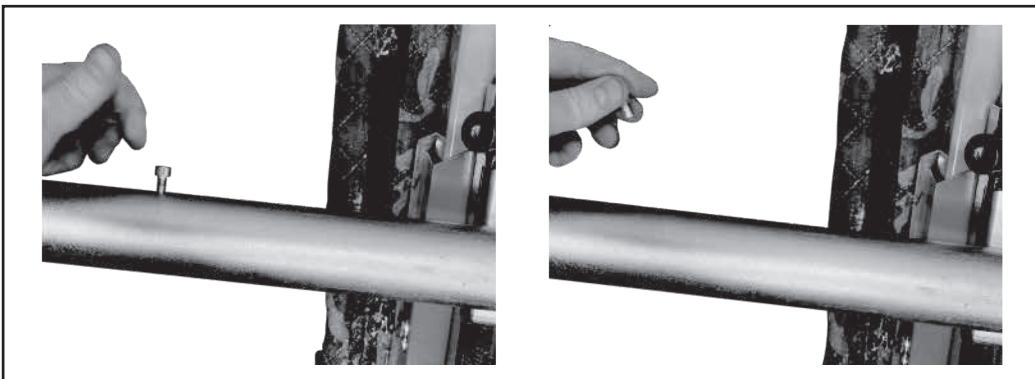

Fig. 29
Étape 15 : Retirer la vis de butée de support de tube rond. Retirez la vis-de butée du haut du support de tube rond (fig. 29).